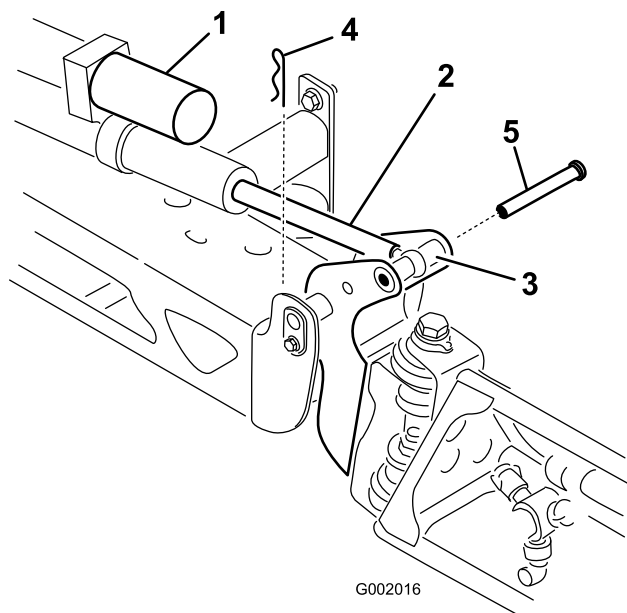

Figura 45
2. Togliete la coppiglia dal perno di articolazione (Figura 45).
3. Sollevate la barra e togliete il perno (Figura 45). Abbassate lentamente la barra al suolo.
il perno attraverso il perno della barra e l'asta dell'attuatore (Figura 45).